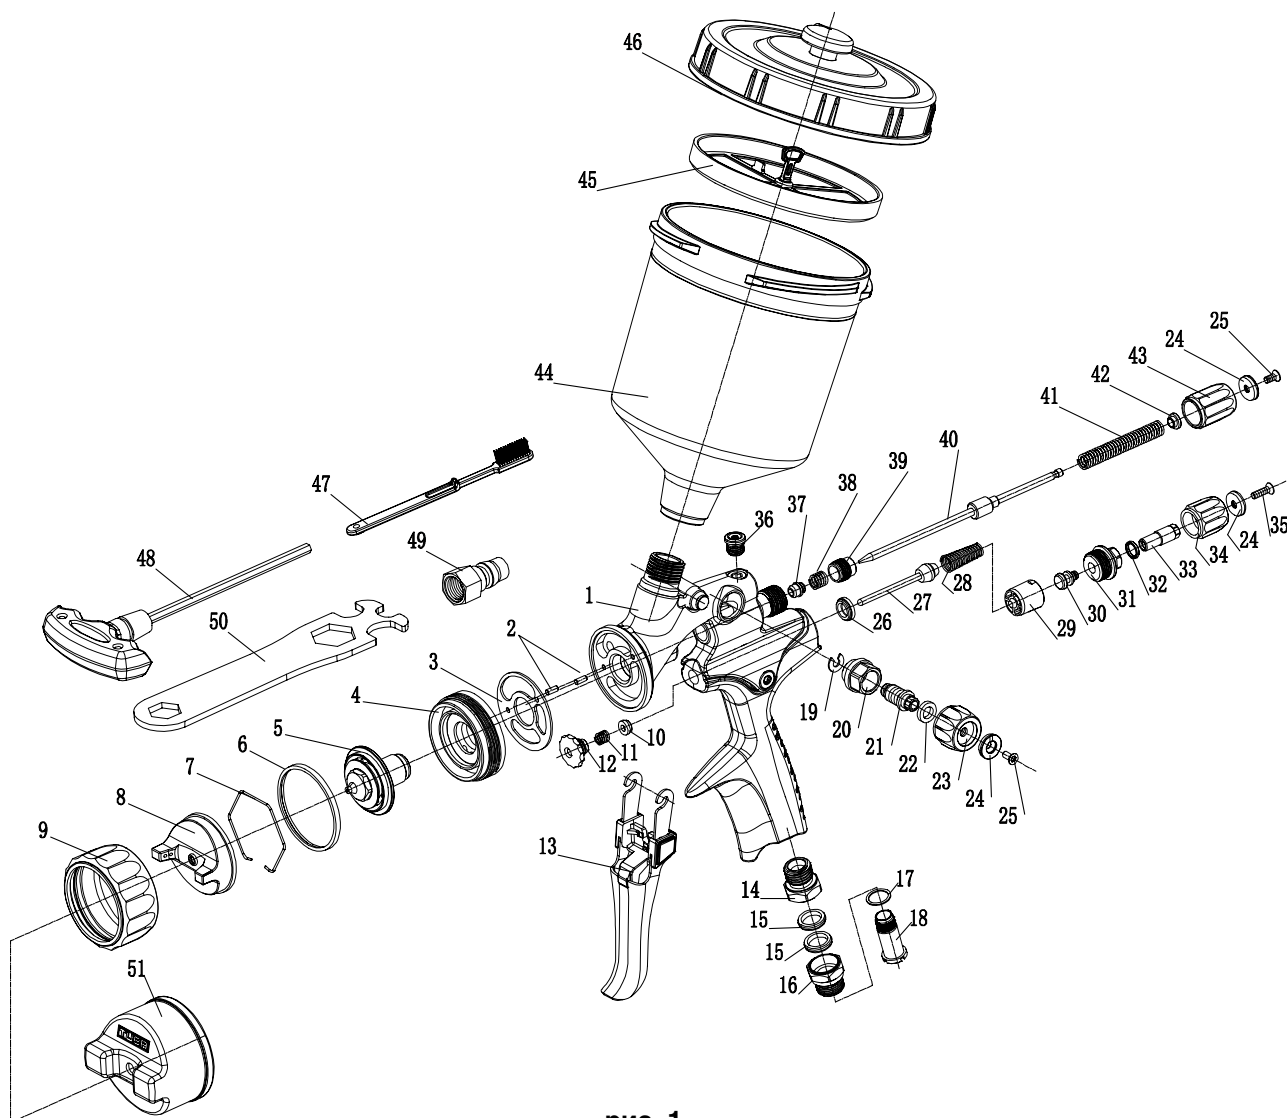
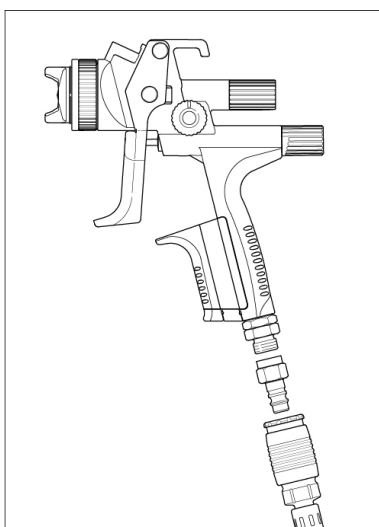

рис. 1
рис. 3
Детализировка окрасочного пистолета (рис. 1)
1. Убедитесь в том, что резьбовые соединения закручены с достаточным усилием. Дюзу (поз. 5, рис. 1) закрутите накидным ключом с достаточным усилием.
4. Установите сеточный фильтр в бачок (поз. 43, рис. 1).
5. Наполните бачок (макс. уровень 20 мм до верхнего края), закройте крышкой и установите вентиляционный клапан (поз. 44, рис. 1).
6. Накрутите ниппель быстроразъемного соединения (поз. 47, рис. 1) на входной воздушный фитинг (рис. 3).
7. Подсоедините шланг для сжатого воздуха (рис. 3).
- Нажмите на пусковую скобу до упора и настройте входное давление пистолета (см. спецификацию пистолета) с использованием регулятора (поз. 32, рис. 1) и цифрового / механического манометра, затем отпустите пусковую скобу. Рекомендуемое рабочее давление составляет 2 бар.
Установите форму факела – плоскую (заводская настройка) или круглую форму факела, вращая маховичок регулятора (поз. 21, рис. 1).
1. Для нанесения материала нажмите на пусковую скобу (поз. 11, рис. 1) до упора.